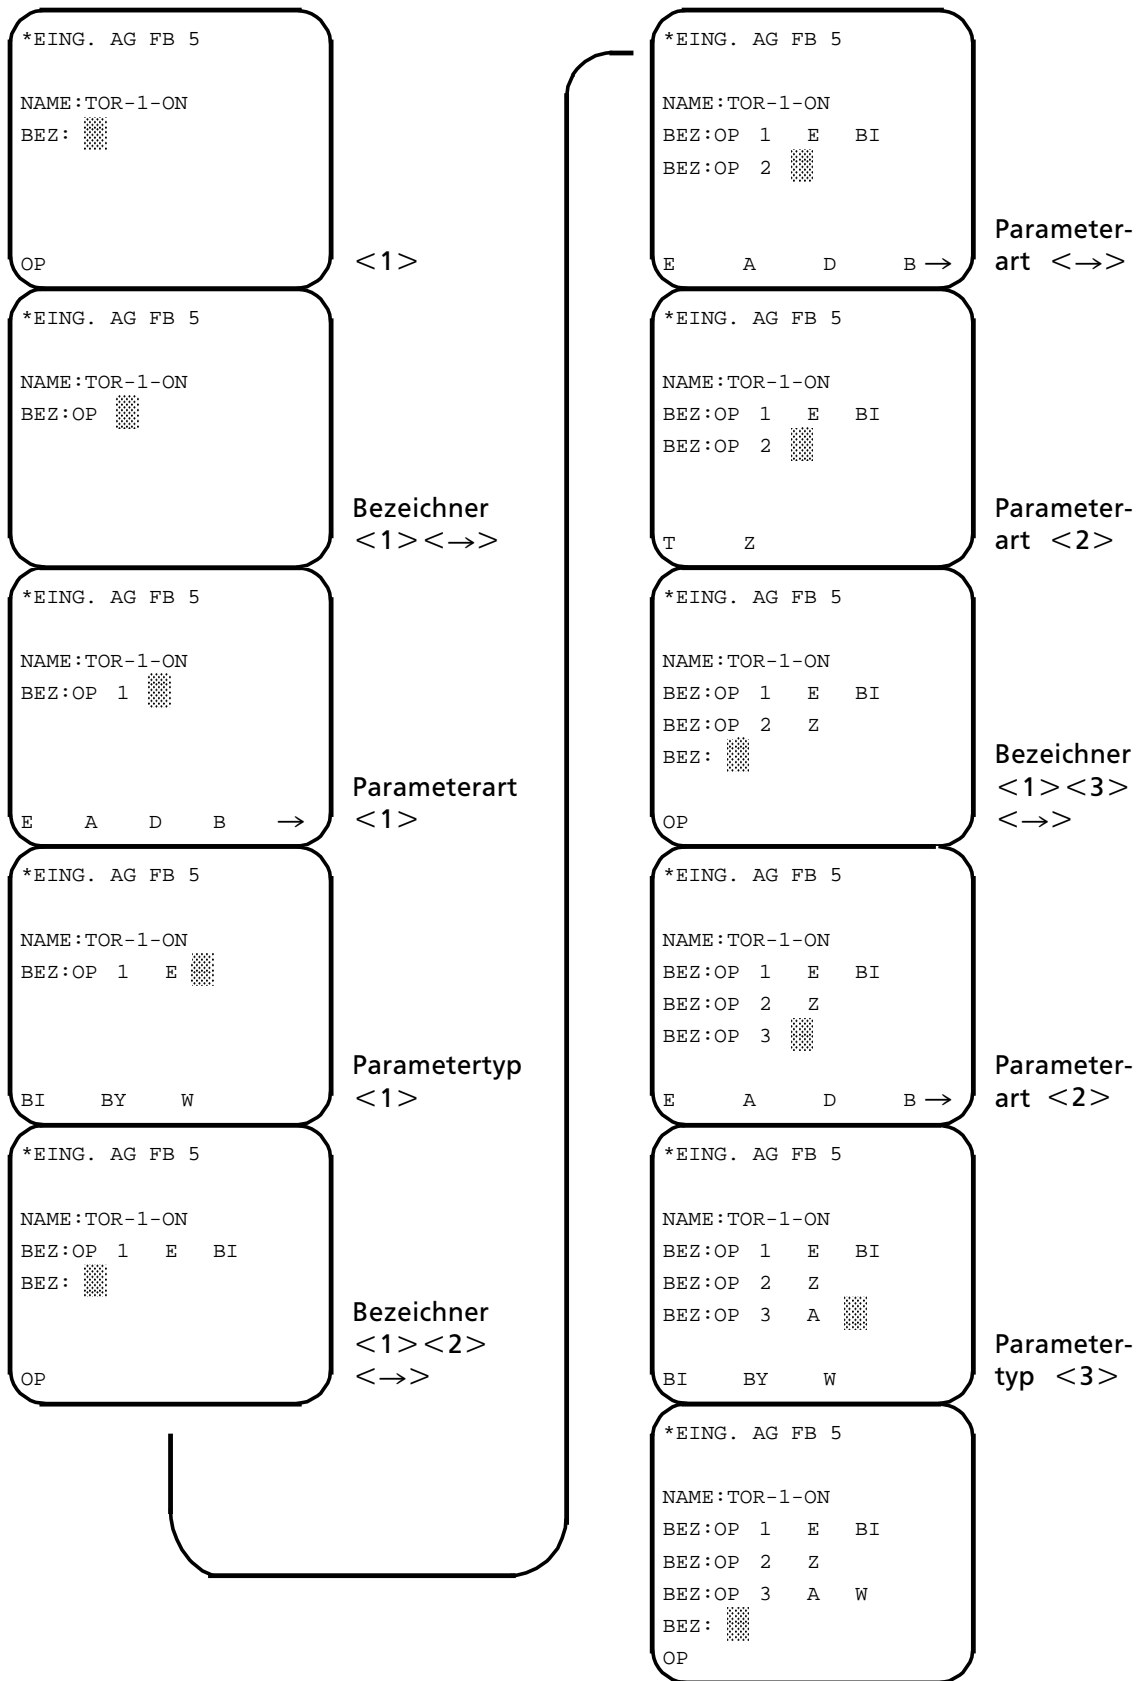

Bild 5.8 Eingabe von Bezeichnern (Beispiel)
Im folgenden Beispiel (→ Bild 5.8) wird ein Bezeichner für den Funktionsbaustein FB 5 eingegeben.
- Geben Sie den Bezeichner ein (→ Bild 5.8)